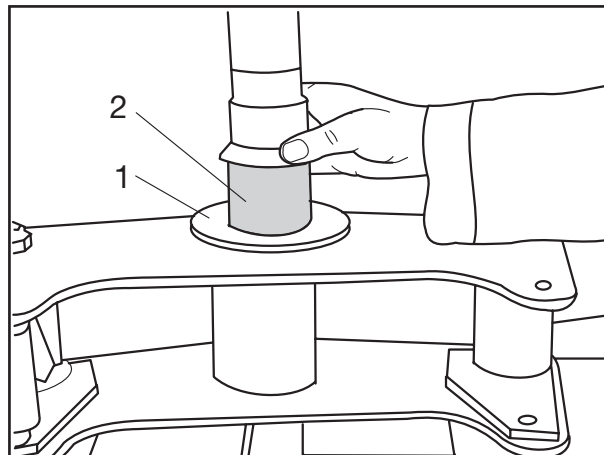

Рис. 7
- [11] Положить кольцо (рис. 7/1) на балансир.
- [12] Установить бронзовую втулку (рис. 7/2) в отверстие и вдавить ее при помощи нажимного элемента так, чтобы с обеих сторон втулка была заподлицо.